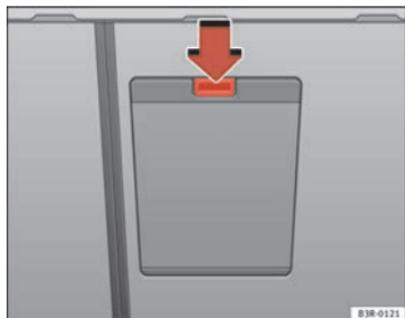

Fig. 117 Sedili posteriori visti dal bagagliaio: coperchio dell'apertura per la sacca portasci
- Premere il tasto di sbloccaggio situato sul coperchio del foro per il passaggio del bagaglio ⇒ fig. 117 -freccia- e abbassare il coperchio.